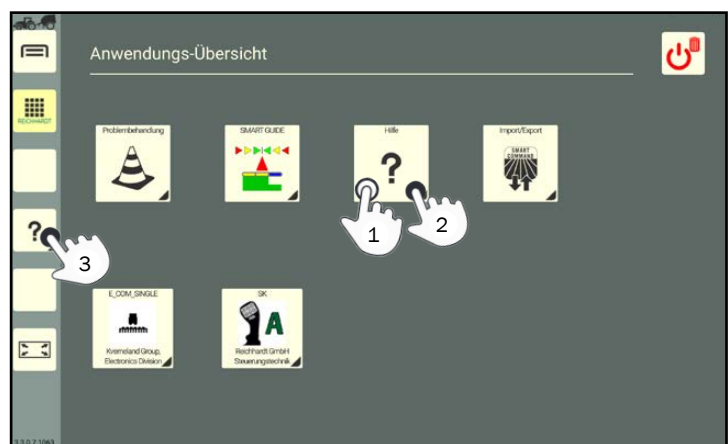

Abb. 459: Hilfe aufrufen
Die Hilfe kann durch Antippen (1) oder Ziehen (2) über die Anwendungs-Übersicht aufgerufen und in einem Fenster des Bedienmodus ausgeführt werden (siehe Abb. 459).